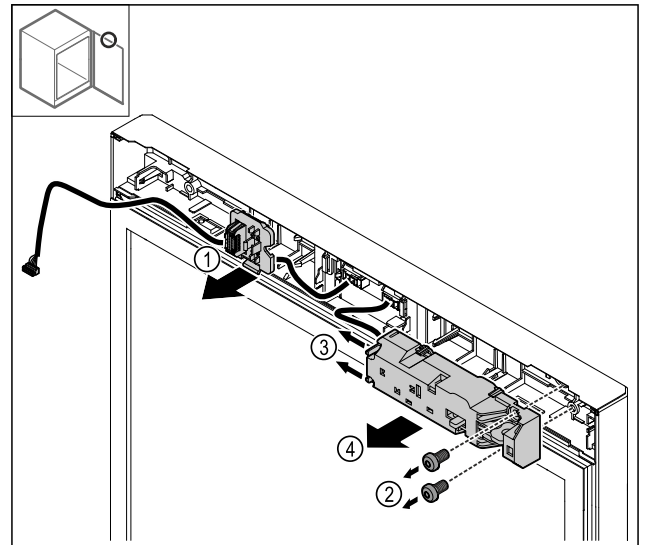

Fig. 27
- ▶ Desencajar el soporte de la clavija Fig. 27 (1).
- ▶ Retirar los tornillos Fig. 27 (2).
- ▶ Presionar la lengüeta de retención Fig. 27 (3) hacia un lado y desmontar la cerradura eléctrica Fig. 27 (4).